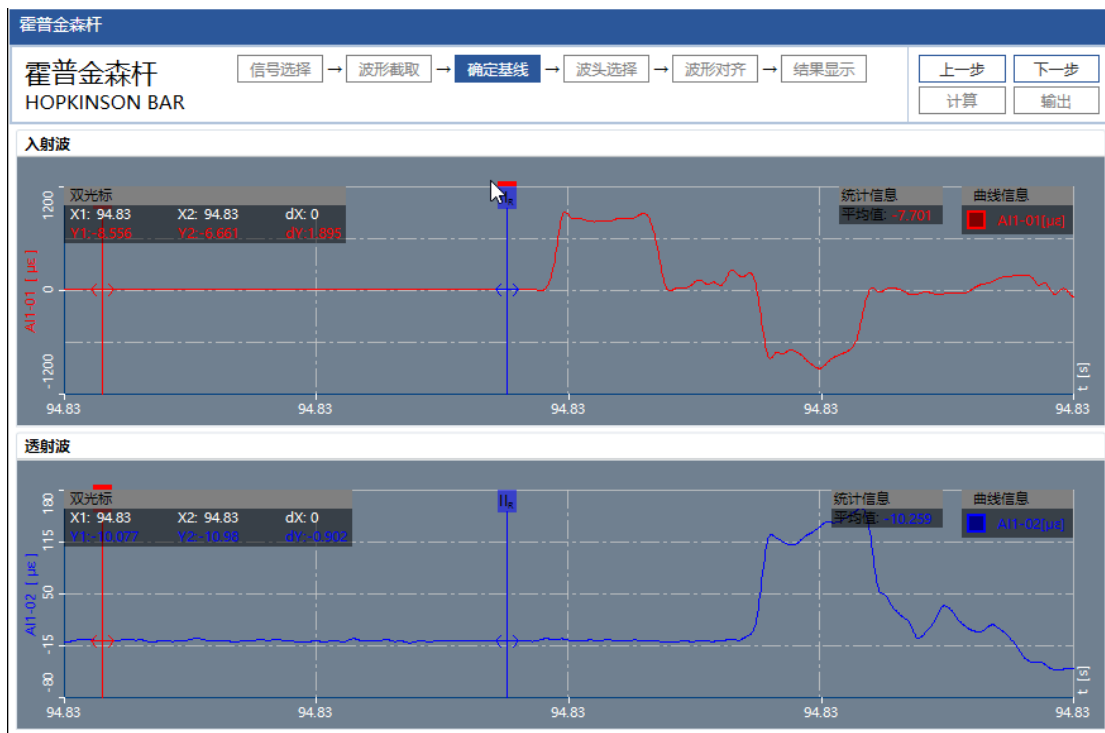

图 6 基线确认
5.2.1 进入确定基线流程，窗口内数据为上一步波形截取的数据；如图 6 所示：